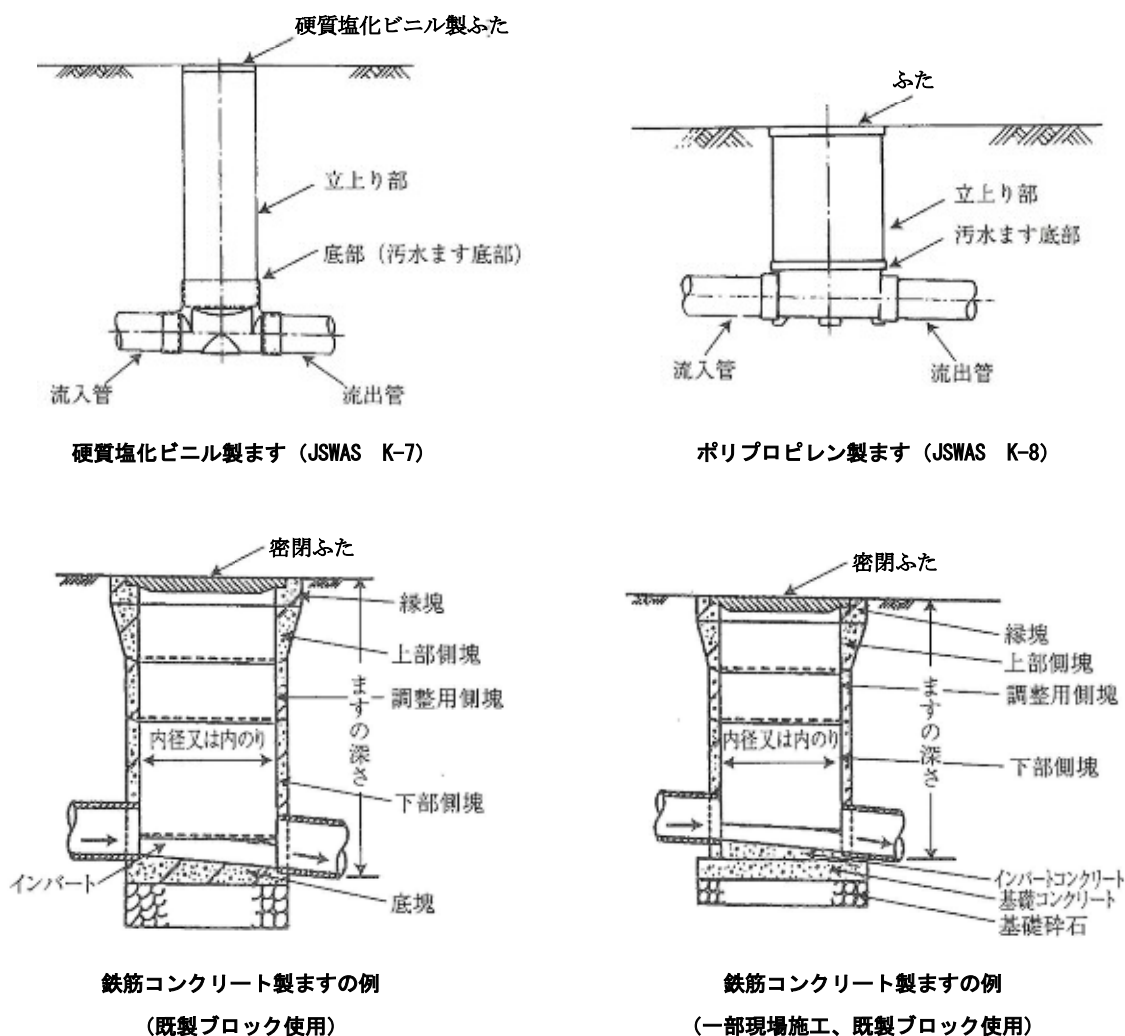

図 4-1 汚水ますの例
- 私有地内に設ける接続ますは、コンクリート製、プラスチック製等の耐水材料で造り、漏水の生じない措置を講じ、かつ堅固で耐久性をもつ構造とする (図 4-1 参照)。
- 蓋は、密閉蓋とする。また、重荷重がかかる所は鉄製等の蓋を使用する (図 4-1 参照)。
- 建築物及び敷地内に設けるますは、コンクリート製、プラスチック製等の耐水材料で造り、かつ堅固で耐久性をもつ構造とする。円形か角形かは現場の状況に適したものとす（図 4-1 参照）。
- 蓋は密閉蓋とする。また、重荷重がかかる所は鉄製等の蓋を使用する（図 4-1 参照）。